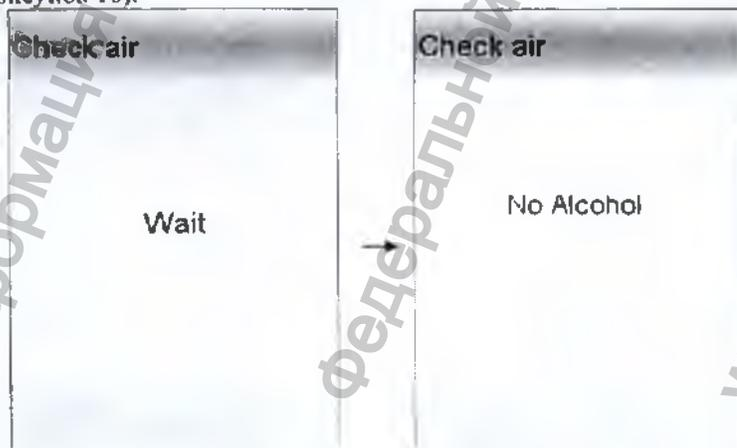
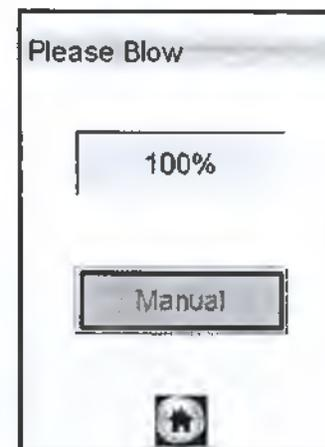

Рисунок 9 – Проверка воздуха
Рисунок 10 – Готовность к отбору пробы
2.7.5 Нажмите виртуальную кнопку «Start» для начала процедуры измерения. В этот момент произойдет отбор пробы воздуха из мундштука (будет слышен двойной щелчок срабатывания заборной системы) для проверки его на отсутствие паров этанола, а также на отсутствие остаточного алкоголя в заборной системе анализатора (рисунок 9, слева).
Если в мундштуке и заборной системе алкоголь не обнаружен, на дисплее появится сообщение «No Alcohol» (рисунок 9, справа), и анализатор перейдет в режим готовности к отбору пробы (рисунок 10).
2.7.6 При готовности анализатора к отбору пробы (рисунок 10) выполните выдох согласно 2.7.7 настоящего РЭ.
Для повторного выдоха нажмите виртуальную кнопку «Test Again», и после появления на дисплее окна готовности к отбору пробы (рисунок 10), обследуемый должен повторить выдох согласно 2.7.7 настоящего РЭ.
Для этого при готовности анализатора к отбору пробы (рисунок 10) переместите курсор с помощью кнопки **A** или **B** на виртуальную кнопку «Manual» и во время выдоха обследуемого активируйте ее кратковременным нажатием на кнопку вкл/выкл, при этом анализатор произведет ручной отбор пробы – будет слышен щелчок срабатывания заборной системы.